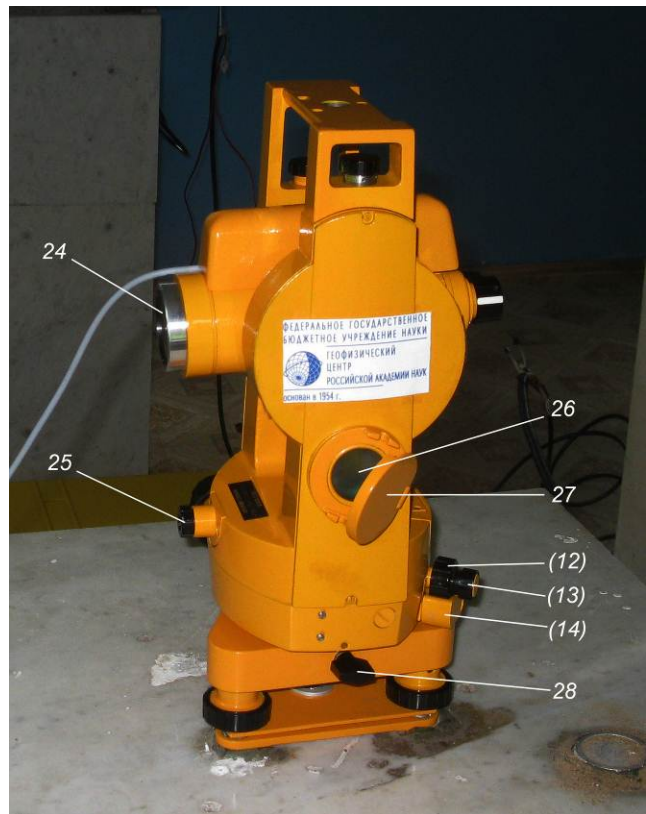

Рис. 1. Феррозондовый деklinометр/инклинометр на основе немагнитного теодолита Carl Zeiss Theo 010B.
Деклинометр/инклинометр представляет собой феррозондовый магнитометр, установленный на немагнитном оптическом теодолите. Данный прибор позволяет измерять точные значения магнитного склонения и наклона, и используется для периодической калибровки магнитных вариометров на обсерваториях, ведущих непрерывную запись вариаций магнитного поля Земли, а также для калибровки магнитных компасов и буссолей. Ориентирование прибора относительно географического севера осуществляется с помощью наведения на соответствующую визирную цель (*миру*), расположенную в пределах прямой видимости на некотором удалении от абсолютного павильона обсерватории. Географический азимут направления между центром постаamenta, на котором устанавливается прибор, и мирой заранее определяется из геодезических и астрономических наблюдений с точностью до 10 угловых секунд. На рис. 1 представлен деклинометр/инклинометр на основе немагнитного теодолита Carl Zeiss Theo 010B.
Theo 010B — точный оптический теодолит с оптическим микрометром и двусторонней системой отсчитывания. Прибор сконструирован по модульному принципу. Основными частями теодолита являются (рис. 1): *зрительная труба*, совмещенная с отсчетным микроскопом, вращающаяся вокруг горизонтальной оси; подвижная часть с *горизонтальным кругом* — *алидада*, — вращающаяся вокруг вертикальной оси теодолита, скрепленная с несущими колонками, которые удерживают горизонтальную ось зрительной трубы и *вертикальный круг*; органы управления. На зрительной трубе закреплен феррозондовый датчик 3. Ось датчика параллельна визирной оси зрительной трубы.
- 1) Открепите зажимы зрительной трубы и алидады 19 и 20 (рис. 1) в положение «к себе» и поверните зрительную трубу таким образом, чтобы она не загромождала ампулу цилиндрического уровня 10.